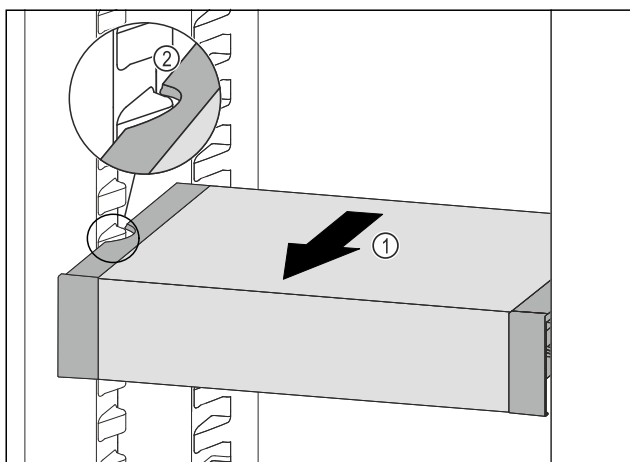

Fig. 68
- Træk VarioSafe fremefter Fig. 68 (1), indtil udsparringerne i siden på VarioSafe er på niveau med beholderribben i kølesektionen. Fig. 68 (2)